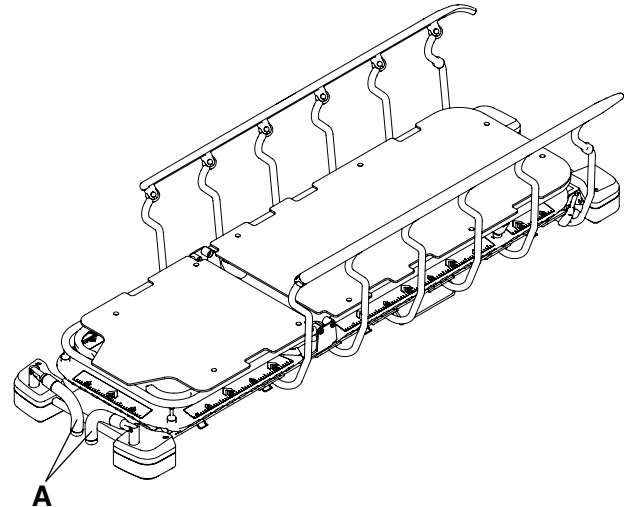

**Figura 8 – Armazenamento das pegas de empurrar da extremidade do lado da cabeça**
4. Inverta a ordem dos passos para guardar as pegas de empurrar da extremidade do lado da cabeça (A) (Figura 8).